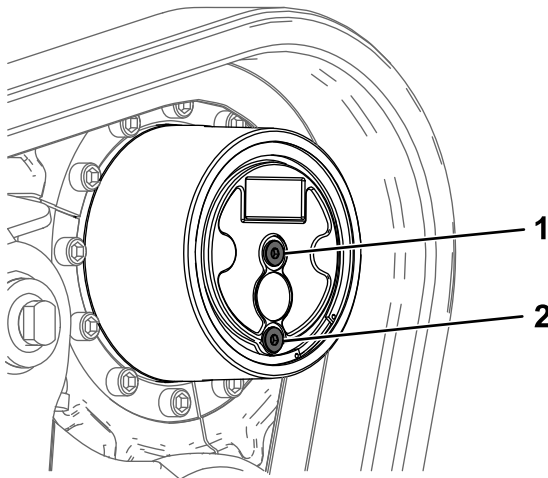

Figura 60
2. Aparque la máquina en una superficie nivelada hasta que el tapón de vaciado esté en la posición de las 6 (**Figura 60**), ponga el freno de estacionamiento y baje los brazos de carga.
5. Retire el tapón de verificación y el tapón de vaciado y deje que se vacíe el lubricante de engranajes (**Figura 60**).
6. Instale el tapón de vaciado (**Figura 60**).